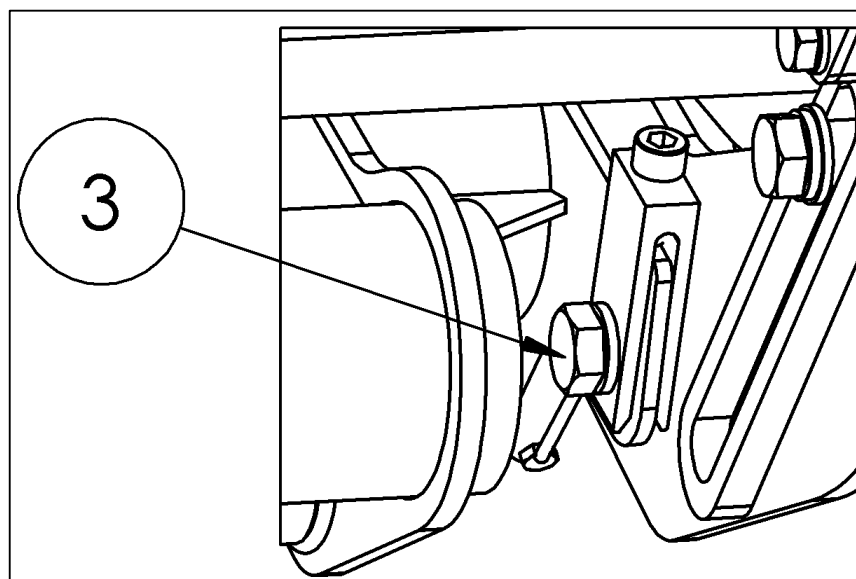

Fig. 77
- Cuando termine de ajustar, apriete el perno (3) para asegurar la barra de torsión a 115 Nm (ver tabla de torque y vea Fig. 77).